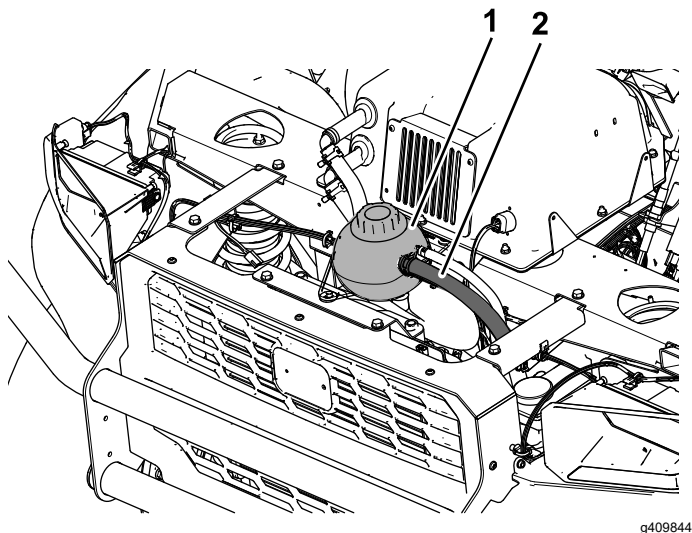

Figura 20
1. Scollegate il flessibile del refrigerante esistente dalla parte laterale del serbatoio del refrigerante (Figura 20) e accorciate il flessibile di 23 cm.